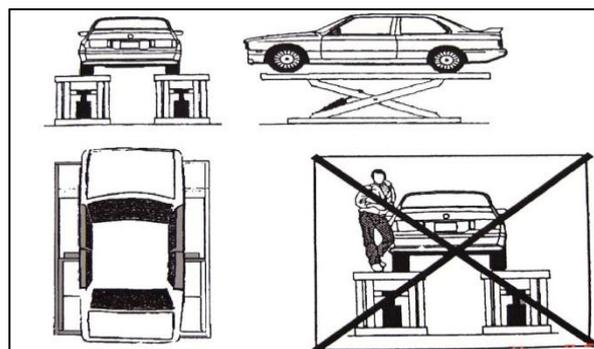

Рис.9
- В нижней части гидроцилиндра имеется запорный клапан. В случае разрыва гидрошланга при избыточном давлении клапан закроется, что предотвратит резкое опускание платформ. Рис.9